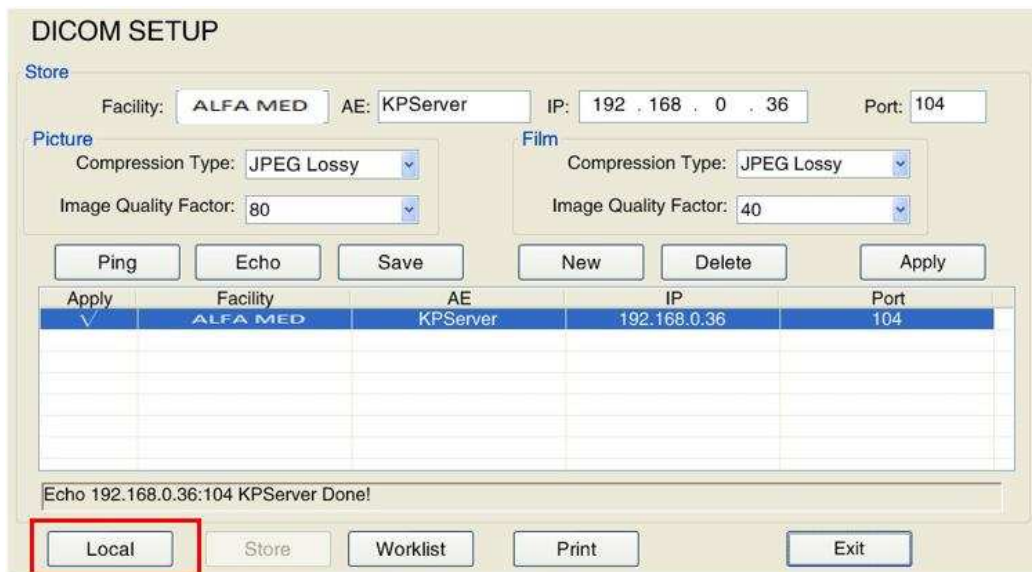

Fig. D-8 Tela de Configuração de armazenamento DICOM
- 3) Clique no **botão Store** para entrar na tela "Configuração DICOM", como mostrado na Fig. D-8. Preencha **Facility, AE, IP and Port** no servidor DICOM e depois clique em **Echo**. Se a conexão for bem-sucedida, clique em **Save**. As informações relacionadas ao servidor serão exibidas na tabela abaixo. Selecione as informações, clique em **Apply** para iniciar a transmissão. Para as outras operações específicas, veja a descrição na secção **5.2.11.2 DICOM Store Server Configuration** nesta Manual de operação.